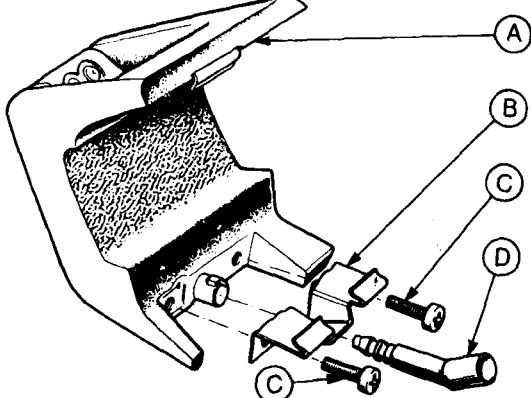

Рис. 10.51. Элементы омывателя блок-фары. А - Форсунка установленная на кронштейне бампера. В - Зажим. С - Винты. О - Подсоединение шланга.
5. Определите точку подачи форсунки - см. рис. 10.51 и отметьте положение точки карандашом.